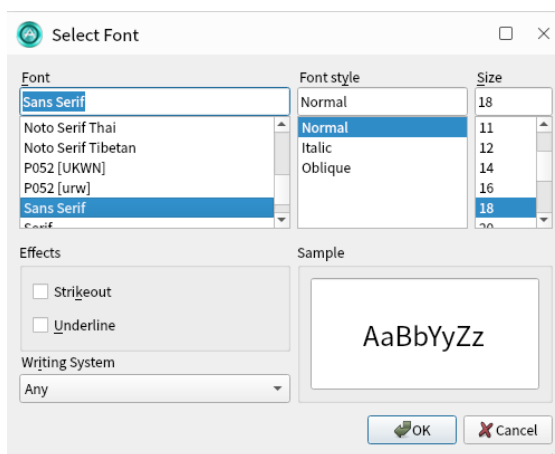

Рис. 4.4-10 Диалоговое окно "Font" (Шрифт)
- 1) Выбрать "Font" в меню свойств "Drawing" (Средства рисования), после чего появится всплывающее диалоговое окно "Font" (Шрифт), как показано на Рис. 4.4-10.